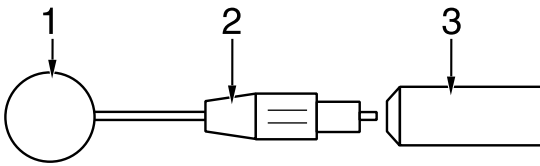

Bild 18-1. Einsetzen der Kontaktlöffel
- Schrauben Sie die Kontermutter (2, Bild 18-1) bis zum Anschlag gegen die Elektrode.
- Schrauben Sie den Kontaktlöffel (1) bis zum Anschlag ein und drehen ihn in die gewünschte Stellung zurück.
- Arretieren Sie nun den Kontaktlöffel, indem Sie die Kontermutter (2) gegen den Griff (3) sicher festziehen.